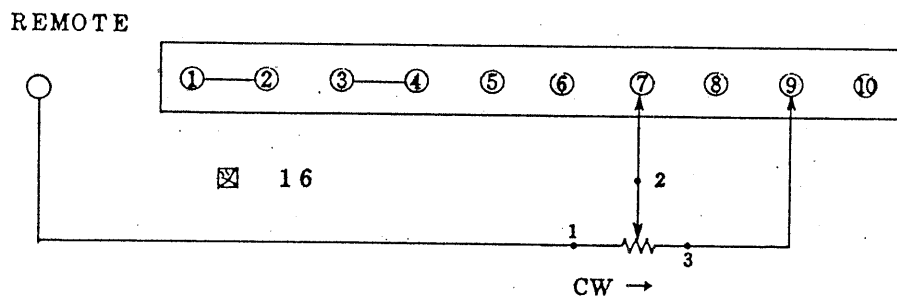

図 16
- 1) 図 16 の様に可変抵抗器を接続します。この場合可変抵抗器は1.5 kΩのものを使用して下さい。